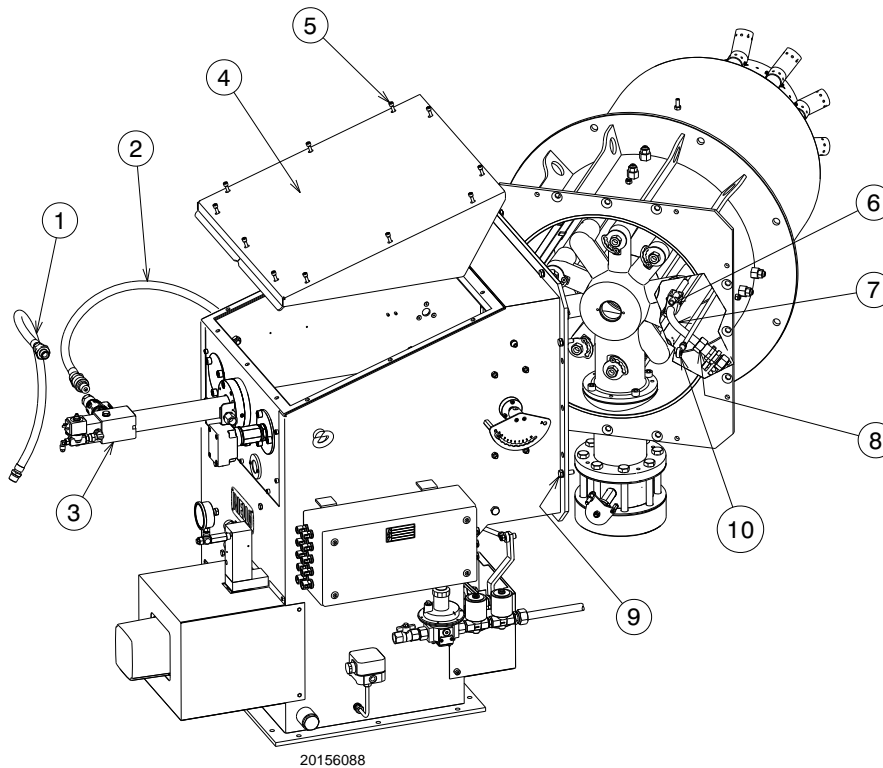

Fig. 16
- scollegare i tubi olio 1) e 2)(Fig. 16) e togliere la lancia 3);